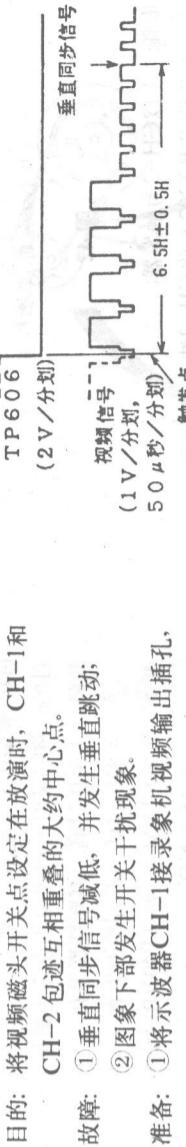
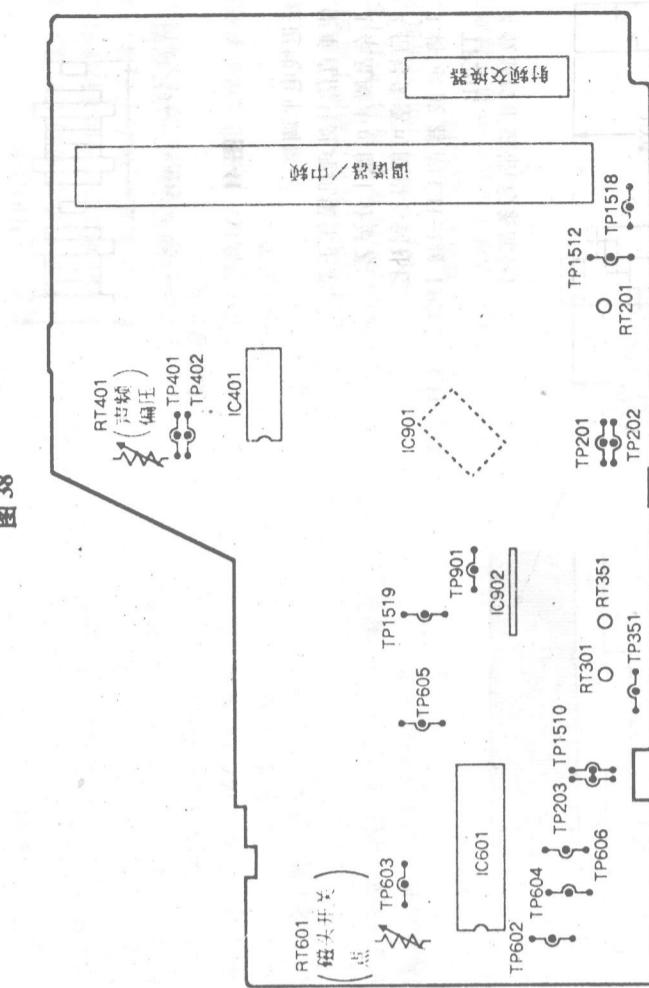

图 38
图 39
- 图 38 所示的是 Y / 彩色电路板(元件面)调节元件排列的位置。图 39 所示的是主电路板(焊接面)调节元件排列的位置。